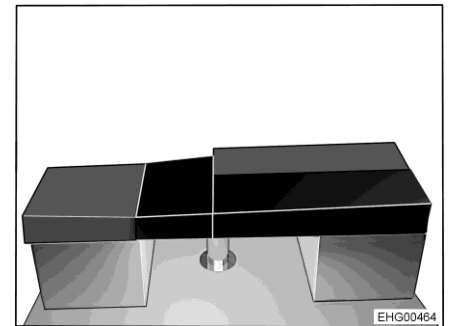

Fig. 183 Después de la transformación
- Colocar el cojín adicional rectangular en la mesa (véase Fig. 183).
- Colocar el cojín adicional oblicuo sobre el ensanchamiento de cama en forma de L (véase Fig. 183).